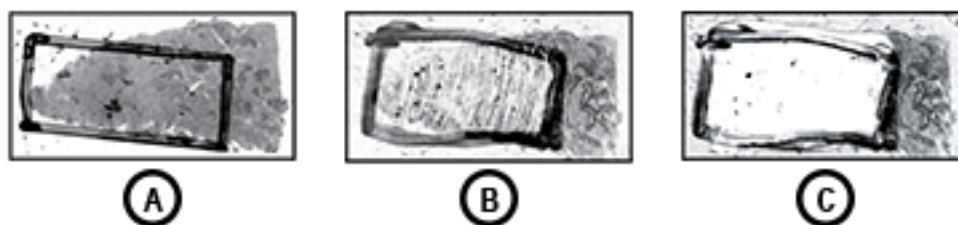

Figure 1. Exemple d'extraction de tissu correcte (recommandé) et incorrecte (non recommandé) d'une lame
- c. Procéder à la macrodissection (anatomopathologiste ou technicien). En utilisant une lame de rasoir neuve ou un scalpel neuf pour chaque échantillon de tissu à traiter, extraire (gratter) totalement le tissu de tumeur invasive au contour délimité de la lame (voir la figure 1) et le placer dans le tube de lyse de 1,5 ml étiqueté.